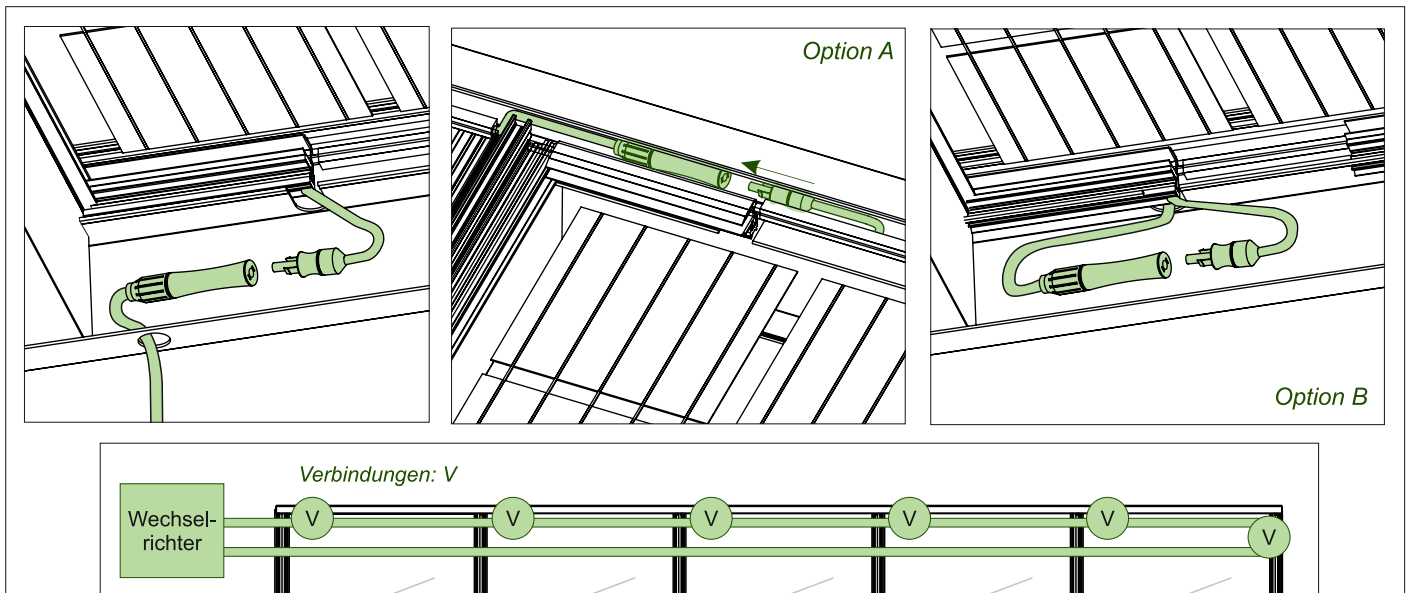

Abb. 1
1. Verbinden Sie die Kabel jeweils über den PV-Glasplatten (bei Option A) oder im Wandprofil (bei Option B) mit einander und führen Sie das letzte Verbindungskabel über den Selben Weg zurück in die Richtung des Wechselrichters. Siehe Abb. 1.